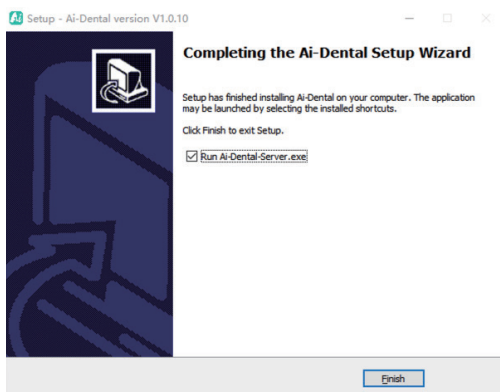

Figura 10
3.1.9 Una vez instalado el software, pulse el botón "Finalizar", como se muestra en la figura 10: